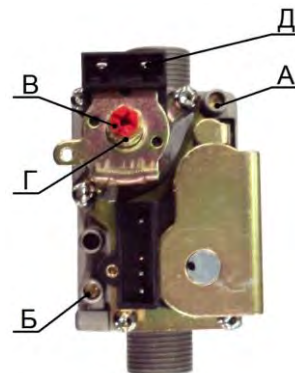

Рис. 12. Регулятор подачи газа
- 4) снять пластмассовый колпачок с регулировочных винтов В и Г (см. Рис. 12).